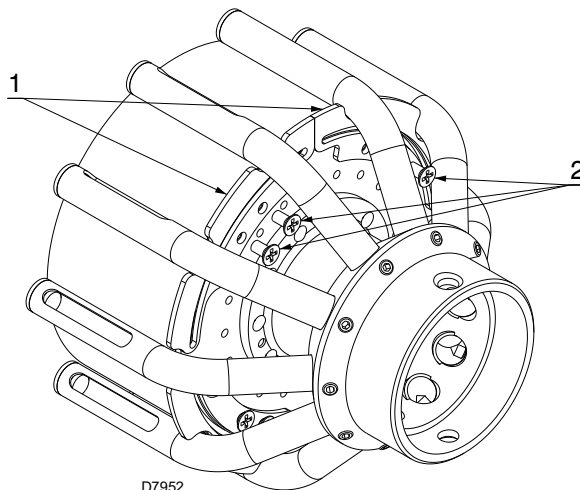

Рис. 18
- Снимите 8 винтов 2) (Рис. 18).